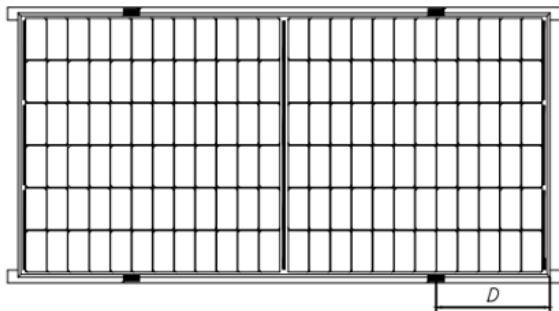

Abb. 3 Schienen, die die lange Rahmenseite überlappen
⑩ Für die in Abbildung 3 gezeigte Befestigung muss die Überlappung zwischen der C-Fläche der Anordnung und der Schiene ≥ 25 mm sein. Die eingeschränkte Garantie von Astronergy geht verloren, wenn nicht geeignete Klemmen eingesetzt werden oder eine unsachgemäße Installation ausgeführt wird.